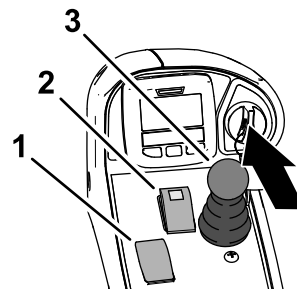

Figura 55
- Asegúrese de que el interruptor de la TDF está ajustado en la posición de DESENGRANADO (Figura 55).